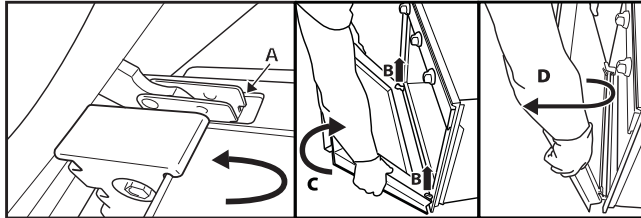

Fig. 2
3. Lukk døren så langt den går (A), løft den opp (B) og sving den rundt (C) til den frigjøres (D) (Fig. 2).